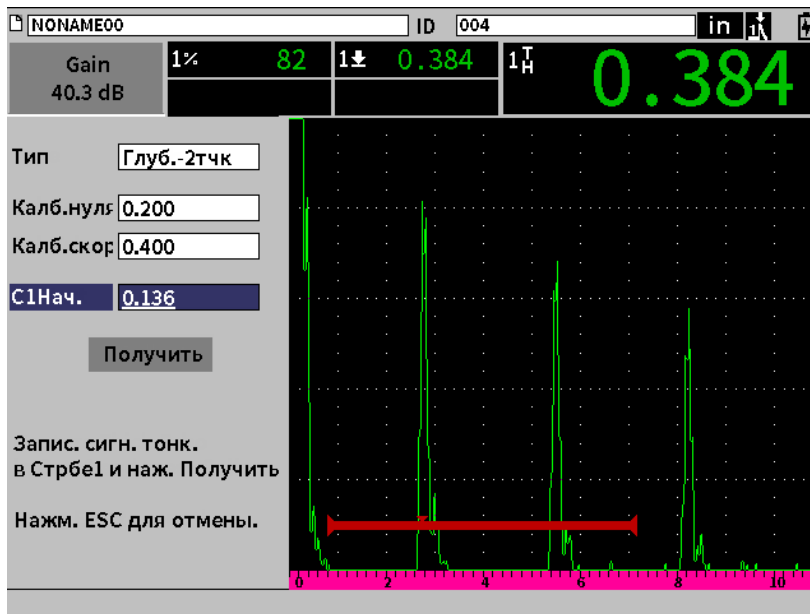

Рис. 8-6 Калибровка — Готов к получению эхо-сигнала от толстого образца
12. Нажмите клавишу Tab, чтобы выделить кнопку **Получить** (см. Рис. 8-6 на стр 102).